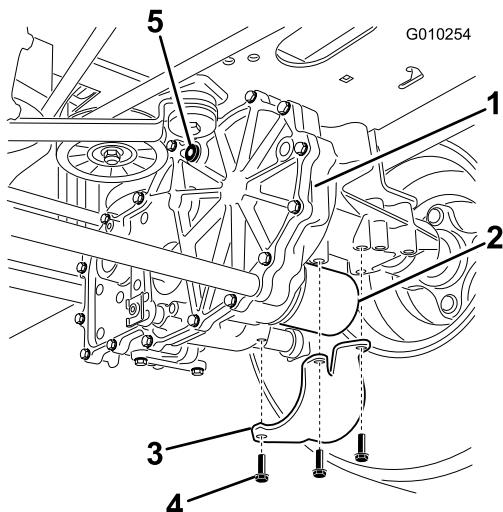

Figura 53
2. Localice el filtro y los protectores de cada sistema de tracción del transeje (Figura 53). Retire los tres tornillos que sujetan el protector del filtro, y retire el protector.